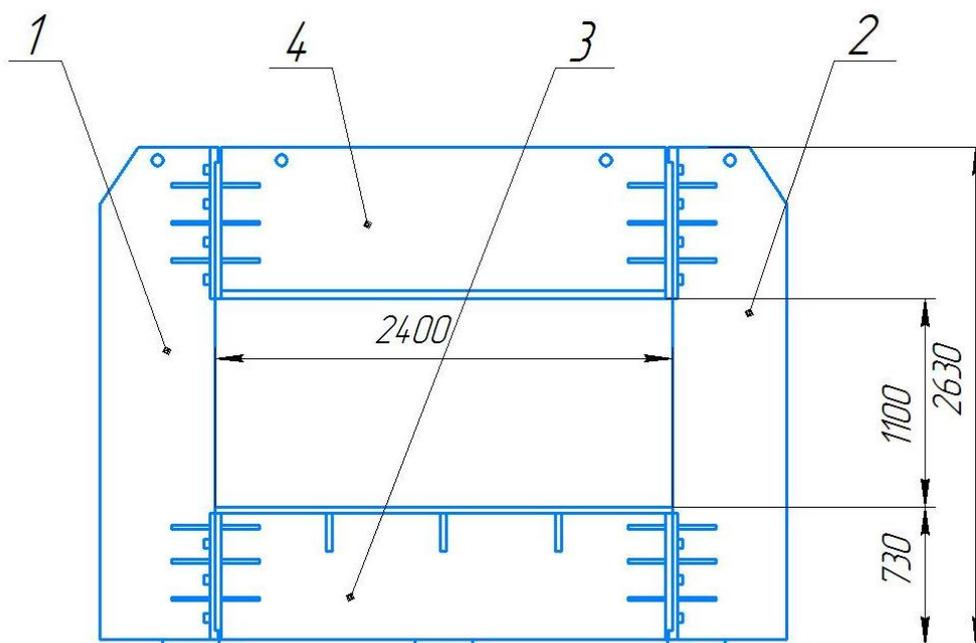

Рисунок 4. Станина
5.1. Общее устройство (см. рис.4)
Таблица 4 к рис. 4